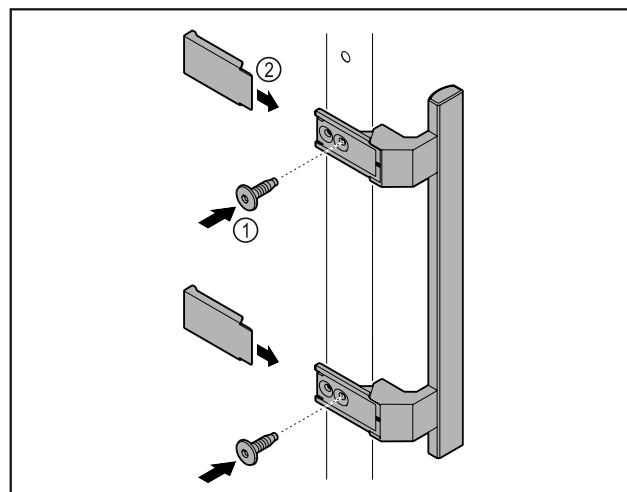

Fig. 7
- Iz paketa vzemite ročaj in ga privijte na vrata s priloženimi vijaki Fig. 7 (1).
- Namestite pokrov Fig. 7 (2).